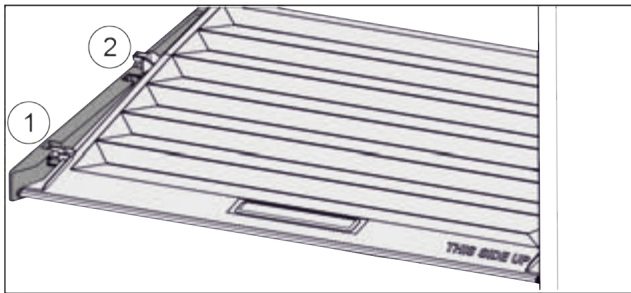

Fig. 73
- ▶ Кришку до отвору в деталях для підтримки потягнути вперед Fig. 73 (1).
- ▶ Підняти ззаду знизу та вийняти Fig. 73 (2) вгору.